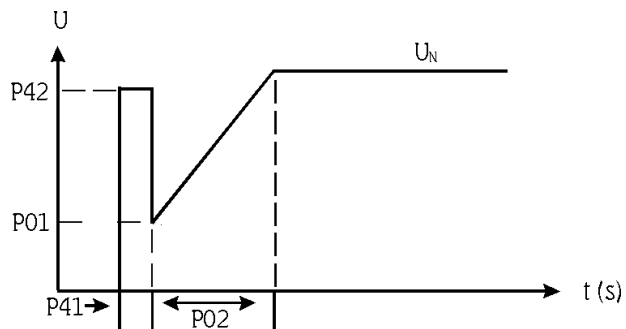

Figura 6.5 - Pulso de tensão na Partida
- Quando habilitado o pulso de tensão na partida define o tempo em que este pulso de tensão (P42) será aplicado ao motor, para que este consiga vencer o processo inercial inicial da carga aplicado ao seu eixo, conforme mostrado na figura 6.5.
- Determina o nível de tensão aplicada no motor para que este consiga vencer o processo inercial da carga, conforme figura 6.5.